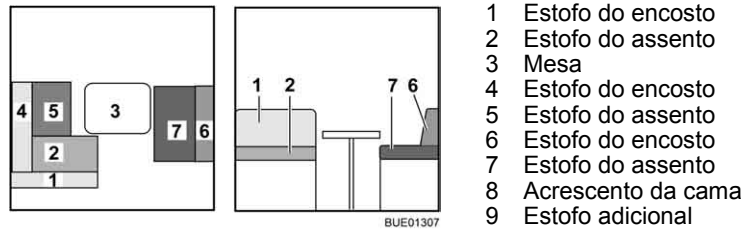

Fig. 158 Antes da transformação
- Transforme a mesa (Fig. 158,3) em base para cama (ver ponto 6.11).
- Retire o estofa do encosto (Fig. 158,1) e coloque-o de lado.